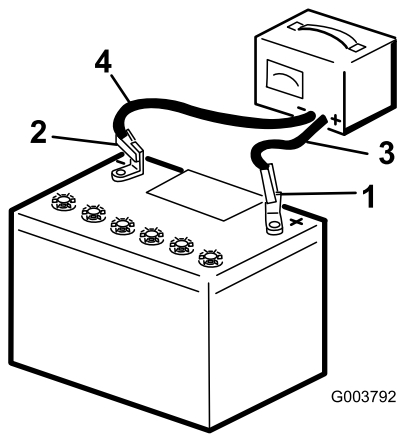

Рисунок 97
- 5. Подсоедините положительный провод зарядного устройства к положительному штырю аккумулятора (Рисунок 97).
- 6. Подсоедините отрицательный провод зарядного устройства к отрицательному штырю аккумуляторной батареи (Рисунок 97).
- 8. После полной зарядки аккумулятора отсоедините зарядное устройство от источника электропитания и штырей аккумулятора (Рисунок 97).